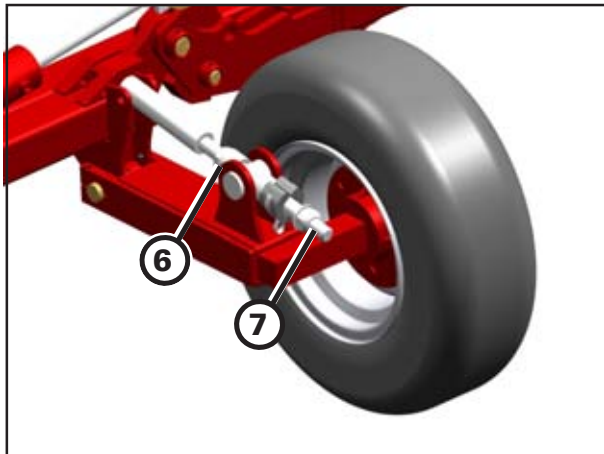

Abb. 5.05: Einstellspindel Fahrwerk
- Die Kolbenstangen an den Hubzylindern (1) und die Führungsstangen (Abb. 5.05 Nr.3) an den Stützrädern mit gleichen Distanzstücken (Farbkombination und Anzahl) befüllen.